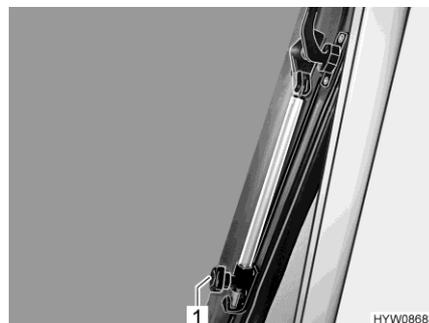

Fig. 25 Bras pivotant (vasistas de toit)
- Ouvrir le vasistas de toit jusqu'à la position voulue et le bloquer avec la molette (Fig. 25,1).
- Tourner la molette (Fig. 25,1) jusqu'à ce que le dispositif de blocage soit libéré.